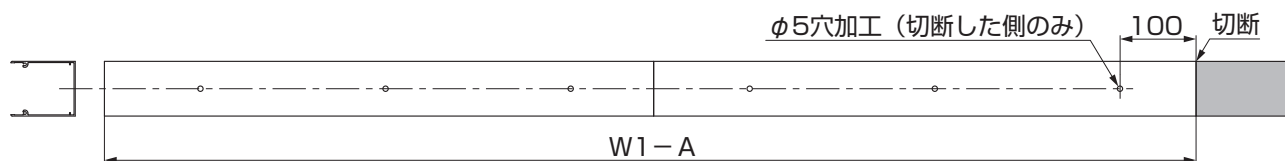

図6-6 部材を2本使用する場合 (間口2.5間、3.0間)
- 2.5間、3.0間ではL3は2本連結での合計となります。(図6-6参照)